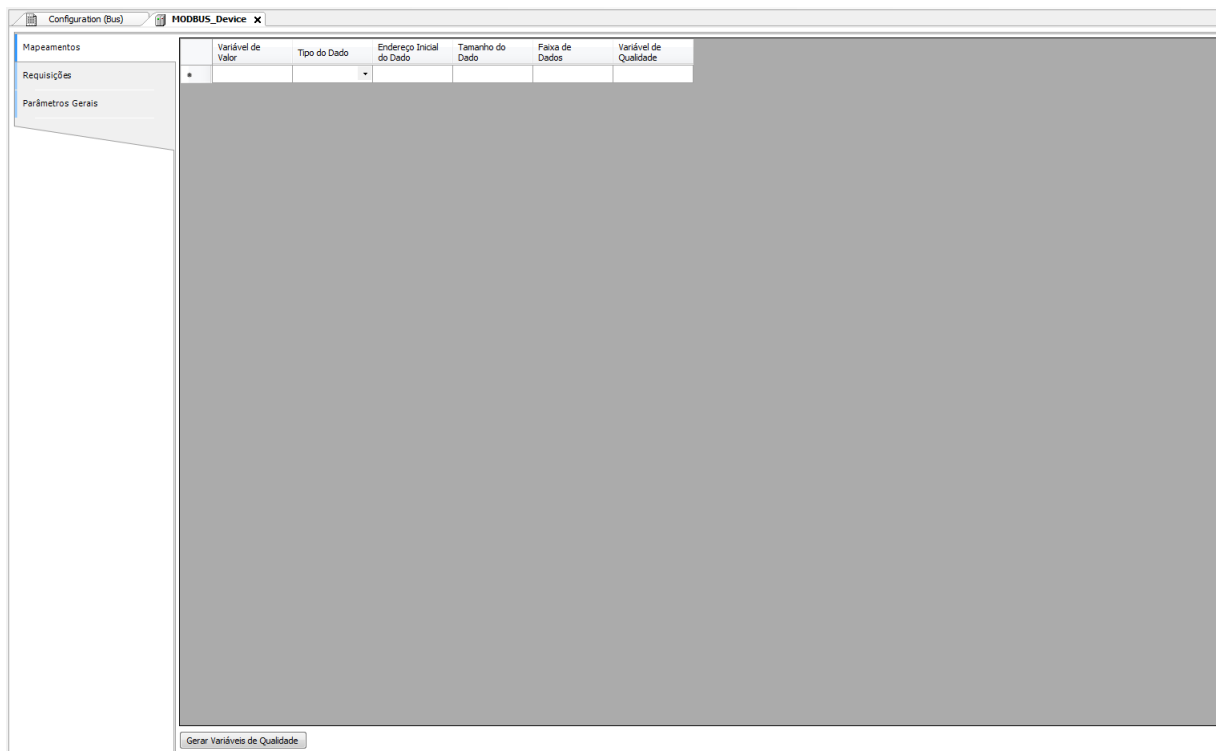

Figura 84: Tela de Mapeamentos de Dados MODBUS
- Adicionar e configurar os mapeamentos MODBUS na aba Mapeamentos conforme Figura 84, especificando o nome da variável, tipo de dados e endereço inicial do dado, o tamanho do dado e a faixa são preenchidos automaticamente.